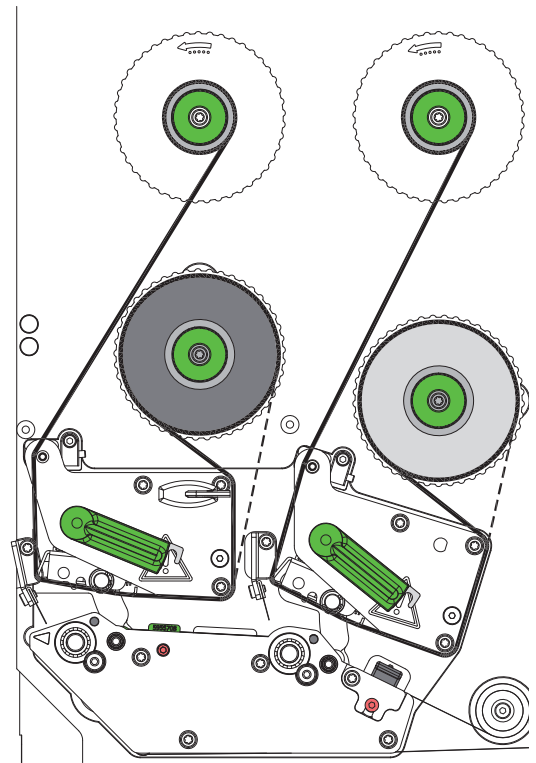

Figura 13 Paso del ribbon
2. Girar la palanca (6) en sentido antihorario para elevar el cabezal de impresión.
3. Empujar el carrete de ribbon (3) sobre el desbobinador (4) de forma que el recubrimiento de color del ribbon quede en la cara que no da al cabezal de impresión tras su colocación.
4. Sujetar el desbobinador (4) y girar el botón giratorio (5) en sentido antihorario hasta que el carrete quede fijo.
5. Desplazar un núcleo adecuado (1) sobre el rebobinador de ribbon (2) y fijarlo de la misma forma que el carrete de ribbon.
6. Guiar el ribbon a través del mecanismo de impresión tal y como se muestra en la Figura 13. La línea discontinua se aplica a los ribbons que cuentan con un recubrimiento con bobinado exterior.
7. Fijar el inicio del ribbon al núcleo de ribbon (1) usando cinta adhesiva.